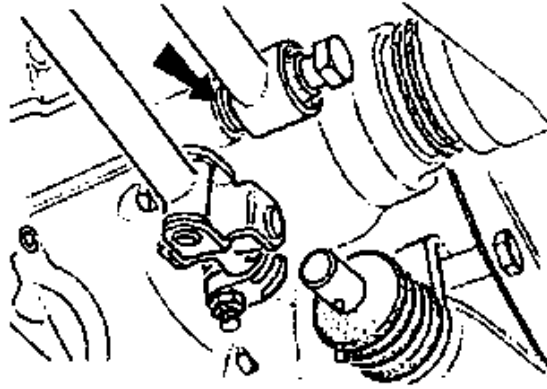

Figura 18: Fixação do estabilizador da transmissão.
- 10 . Ligar o estabilizador a caixa de mudanças (Figura 18);